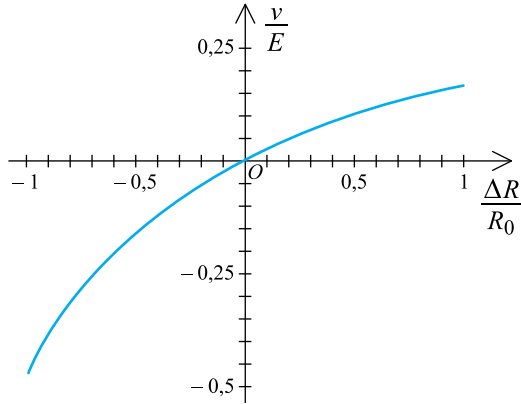

Figure 1.4 Courbe de la tension de déséquilibre réduite en fonction de la variation relative de résistance
2.b) La courbe représentant $\frac{v}{E}$ en fonction de $\frac{\Delta R}{R_0}$ n'est pas linéaire (Fig. 1.4).